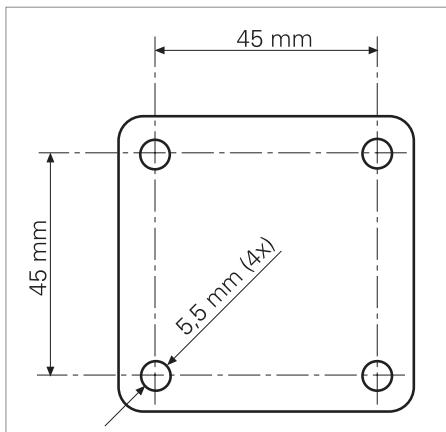

Fig. 2: Schema di foratura.
**NOTA:** rispettare lo schema di foratura, vedi Fig. 2.